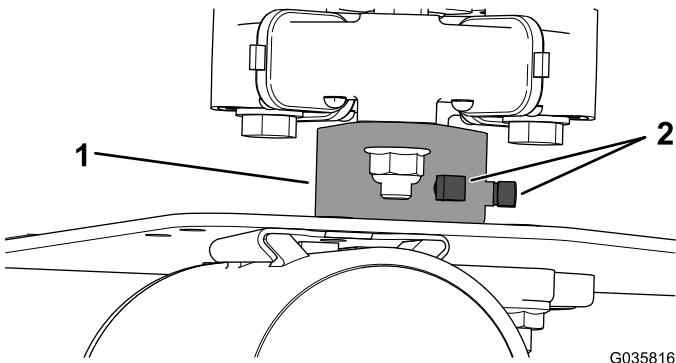

Figura 1
1. Allentate le 2 viti a pressione che si trovano sul mozzo della pompa idraulica (Figura 1).